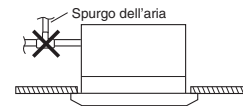

Fig. 3-26
- Non installare un ugello di spurgo dell'aria, dato che questo può causare lo spruzzo di acqua dall'uscita della tubazione di scarico. (Fig. 3-26)